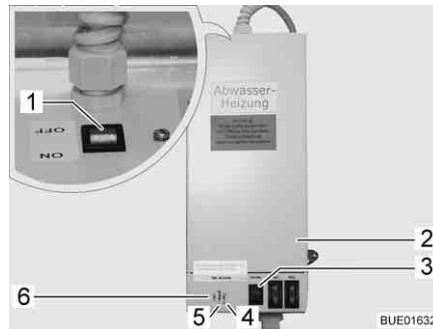

Bild 151 Trafo mit Regelgerät
Der Trafo 230 V AC/12 V DC (Bild 151,2) ist je nach Modell im Kleiderschrank oder in der Truhe der Sitzgruppe eingebaut.
- Kontroll-Leuchte (Bild 151,5) leuchtet grün: Regelung in Betrieb
- Kontroll-Leuchten (Bild 151,4 und 6) leuchten rot: Abwasserleitungen werden erwärmt
In das Gehäuse ist ein Prüftaster (Bild 151,3) integriert, mit dem das Regelgerät kurzzeitig in Betrieb genommen werden kann. Durch Drücken des Prüftasters lässt sich die Funktion der Erwärmung testen, auch wenn die Umgebungstemperatur über 5 °C liegt.
- Schalter (Bild 151,1) am Trafo (Bild 151,2) auf "ON" stellen.
- Schalter (Bild 151,1) am Trafo (Bild 151,2) auf "OFF" stellen.